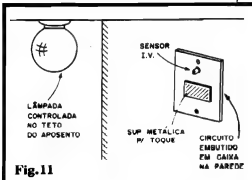

Fig.11
- **FIG. 11 - OUTRO EXEMPLO APLICATIVO...** - Num quarto de dormir, ficará elegante, prática e funcional a instalação do DICOR no controle efetivo da própria iluminação de teto! Para tanto, a caixa original do interruptor da lâmpada do local, na parede, deverá ser eventualmente substituída por um modelo maior (4" x 4"), ou ainda instalada na forma de uma caixa totalmente externa à parede... Em qualquer das opções, é recomendável que haja uma linha de visada entre a cama do "folgado" operador e a posição final do módulo "B", na parede... O foto-sensor I.V. e a própria plaquinha de controle por toque (nesse caso não é mais "opcional", pois se requer a possibilidade de operação manual "direta"... ) devem ficar no painel mais evidente da caixa ou no "espelinho" da parede... Dessa forma, entrando ou saindo do quarto, o operador respectivamente poderá **ligar** ou **desligar** a lâmpada com um breve toque de dedo sobre a plaquinha sensora... Já, estando na cama, acionará e regulará a luminosidade ambiente (podendo também desligá-la, se quiser...) com o módulo "A", cujo "lugar de ficar" mais óbvio é o... criado mudo!